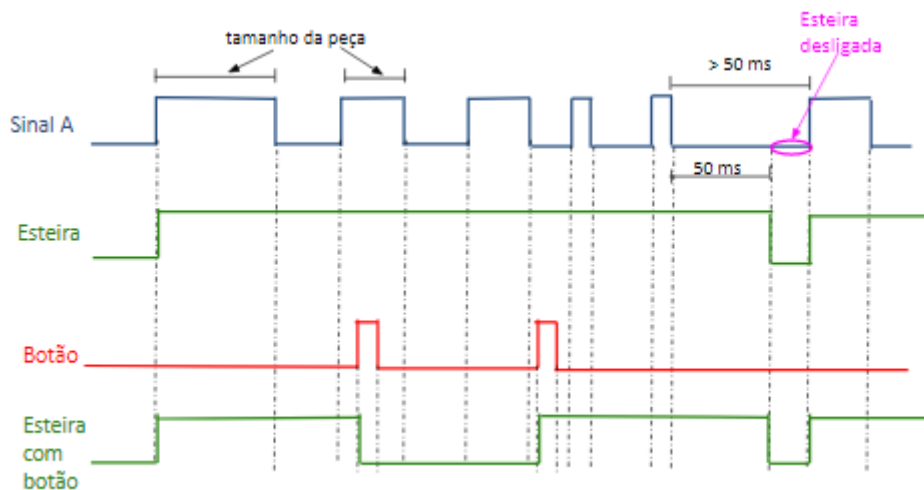

Figura 1 Sinais do funcionamento do circuito da esteira
- Os sinais A, B e funcionamento da esteira são mostrados na Figura 1